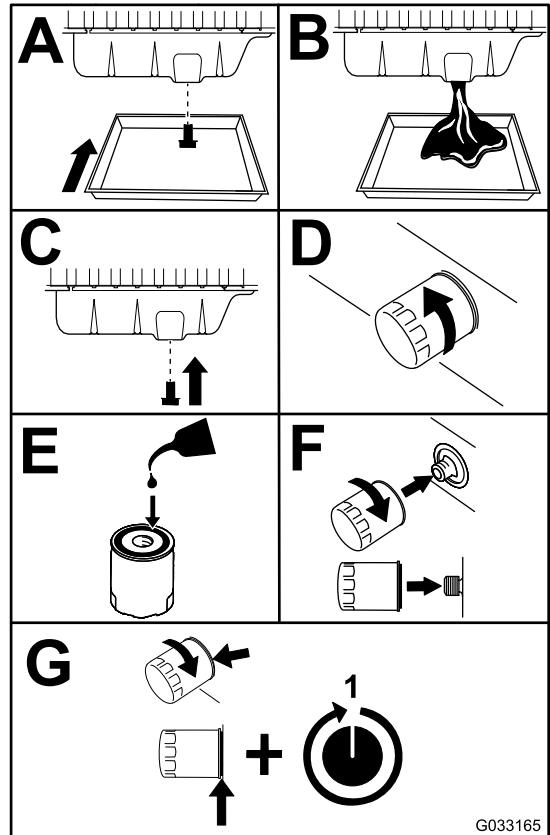

Figura 50
3. Sostituite l'olio motore e il filtro (Figura 50).